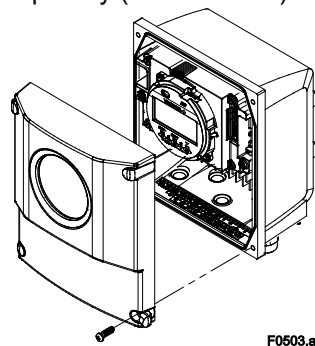

Рис. 5.3 Снятие крышки
(1) Снимите крышку (См. Рис. 5.3).